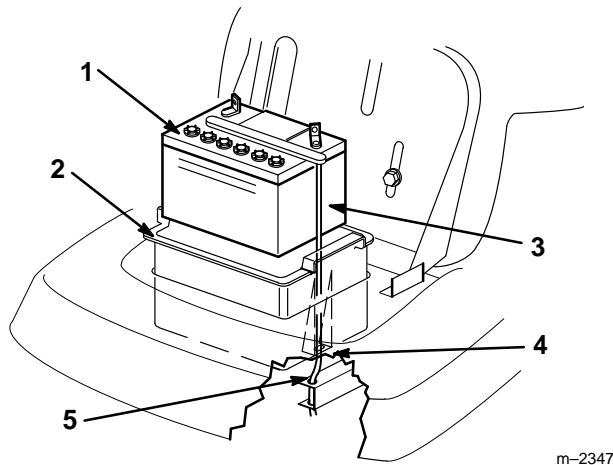

Figure 20
5. Retirer du châssis le bac à batterie, la batterie et le long tuyau d'aération (Fig. 20).
1. Placer la batterie dans le bac à batterie et faire passer le long tuyau d'aération dans la gouttière en ressortant par la fente au fond du bac (Fig. 20).
Important : Si l'on regarde dans la découpe du châssis destinée à recevoir le bac à batterie, on peut voir un trou à l'extrémité de l'élément de droite du châssis (Fig. 20). Le long tuyau d'aération de la batterie doit toujours passer dans ce trou pour éviter que l'acide de la batterie ne corrode le tracteur et la tondeuse.
- Placer le bac à batterie et la batterie dans le châssis (Fig. 20). Veiller à faire passer l'extrémité du tuyau d'aération dans les trous du châssis (Fig. 20).